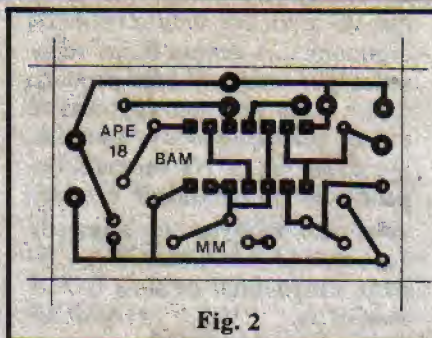

Fig. 2
- **FIG.2** - Como em toda **MINI-MONTAGEM**, e por razões óbvias, a placa de Circuito Impresso do BAM é pequena, e tem seu **lay out**, em tamanho natural, mostrado na fig. 2. Quem tiver o material padrão para confecção (decalques ou tinta ácido-resistente, perclorato de ferro, material para limpeza e furação) não encontrará nenhuma dificuldade na elaboração da sua própria plaquinha. Os que optarem pela aquisição em **KIT** do BAM (ver